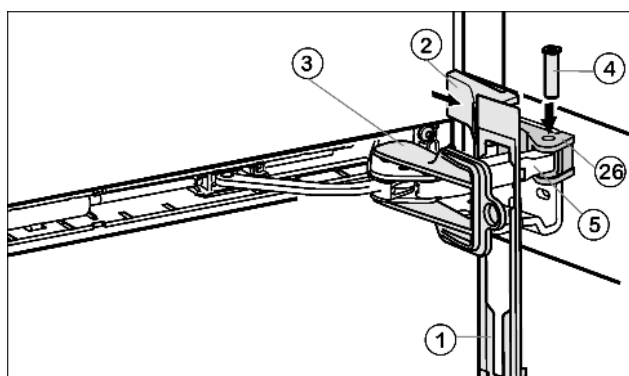

Fig. 11
- ▶ Accrocher le panneau Fig. 11 (1) sur l'étrier de l'amortisseur de telle sorte à ce que l'ergot d'encliquetage pointe vers l'avant et la face avant de l'appareil.
- ▶ Tirer l'étrier de l'amortisseur Fig. 11 (5) vers l'élément pivotant Fig. 11 (26) et enfoncer à nouveau le pivot Fig. 11 (4) à partir du haut, de telle sorte à ce que le carré repose dans l'évidement.
- ▶ Placer le cache Fig. 11 (2) et l'encliqueter.
- ▶ Retirer le dispositif d'arrêt Fig. 11 (3) en le tournant.
- ▶ Pousser le cache Fig. 11 (1) sur la porte et encliqueter.